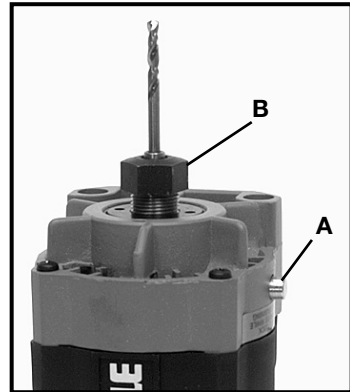

Fig. 3
1. Nettoyez et insérez la tige de la mèche dans la douille du moteur de la perceuse (voir Fig. 3) jusqu'à ce que la tige cale.
2. Appuyez sur le blocage (A) Fig. 3, d'arbre, et tournez manuellement l'écrou (B) Fig. 3, de douille en sens horaire jusqu'à ce que le blocage engage le trou de l'arbre du moteur.